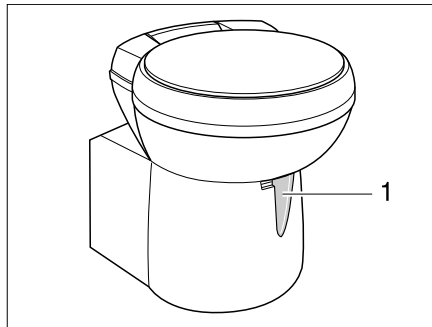

Bild 361 Thetford-toalettsskål, svängbar
- Öppna spjället på Thetford-toaletten före spolning. Skjut för detta spjällspaken (Bild 361,1) moturs.